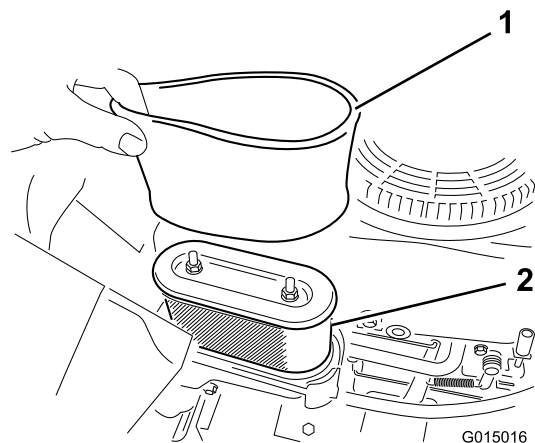

Bild 23
- Nehmen Sie die Schaum- und Papierfiltereinsätze vorsichtig aus dem Luftfiltergehäuse heraus (Bild 23).
5. Fluchten Sie die Nasen an der Luftfilterabdeckung mit den Schlitzen im Gebläsegehäuse aus (Bild 23).